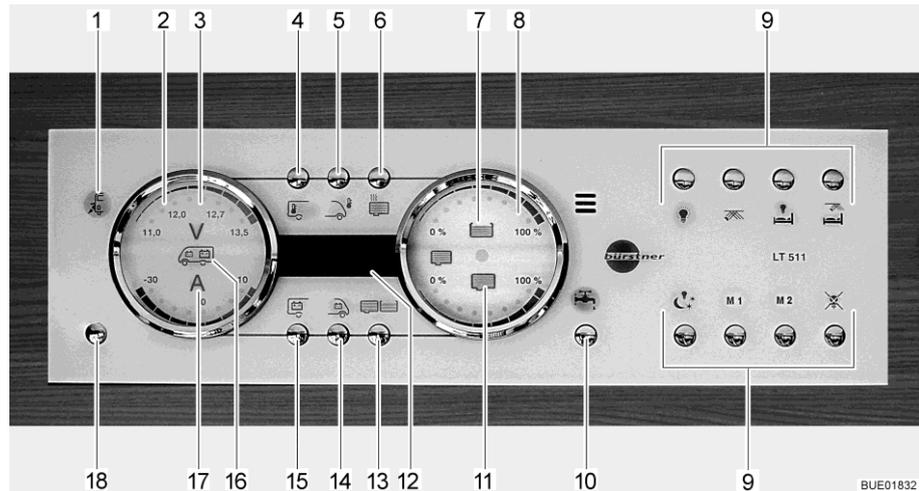

Fig. 120 Panneau de contrôle LT 511
Le voyant de contrôle 230 V (Fig. 120,1) s'allume si l'arrivée du bloc électrique est sous tension de réseau.
L'interrupteur principal 12 V (Fig. 120,18) établit ou coupe le panneau de contrôle et l'alimentation 12 V de la cellule.
Mettre en marche : Appuyer brièvement sur la touche d'alimentation 12 V (Fig. 120,18). L'alimentation 12 V de la cellule est assurée. L'indicateur de contrôle "12 V" s'allume.
- ▷ La tension de la batterie de cellule est trop faible quand les DEL "11,0" de l'affichage en Volt et le symbole Volt "V" (Fig. 120,3) clignotent dans l'indicateur des batteries (Fig. 120,2) après la mise sous tension. Charger la batterie.
- ▷ La coupure de batterie est active quand l'indicateur de contrôle "12 V" et le symbole Volt "V" (Fig. 120,3) clignotent trois fois après la mise sous tension. Désactiver la coupure de batterie.
Mettre hors service : ■ Appuyer brièvement sur la touche d'alimentation 12 V (Fig. 120,18). L'alimentation 12 V de la cellule est coupée. L'indicateur de contrôle "Alimentation 12 V" s'éteint.
■ Appuyer sur la touche batterie de cellule (Fig. 120,15) et la maintenir enfoncée pendant 10 secondes environ. Le symbole Volt "V" (Fig. 120,3) et l'indicateur de contrôle "12 V" clignotent trois fois. La batterie de cellule est coupée du réseau de bord de 12 V.
Désactiver la coupure de la batterie (bloc électrique sans interrupteur-séparateur de la batterie) : ■ Appuyer sur la touche d'alimentation 12 V (Fig. 120,18) et la maintenir enfoncée pendant 5 secondes environ. Le symbole Volt "V" (Fig. 120,3) et l'indicateur de contrôle "12 V" clignotent trois fois. La batterie de cellule est branché au réseau de bord 12 V. L'indicateur de contrôle s'allume au bout d'env. 5 secondes.
- Appuyer sur la touche de la batterie de cellule (Fig. 120,15). Le symbole Volt "V" (Fig. 120,3) s'allume. Le symbole Ampère "A" (Fig. 120,17) est allumé en blanc ou en rouge suivant l'état de chargement ou de déchargement. Les DEL à l'intérieur de l'indicateur indiquent la tension de la batterie et le courant de la batterie de cellule.
- Appuyer sur la touche de la batterie de démarrage (Fig. 120,14). Le symbole Volt "V" (Fig. 120,3) s'allume. Des DEL à l'intérieur de l'indicateur indiquent la tension de la batterie de démarrage.
- Appuyer sur la touche réservoirs (Fig. 120,13). Les symboles réservoir d'eau (Fig. 120,7) et réservoir d'eaux usées (Fig. 120,11) s'allument. Des DEL à l'intérieur de l'indicateur indiquent le niveau du réservoir d'eau (échelle supérieure) et celui du réservoir d'eaux usées (échelle inférieure).
Le symbole du réservoir d'eau (Fig. 120,7) ou celui du réservoir d'eaux usées (Fig. 120,11) clignote quand le réservoir d'eau est vide ou que le réservoir d'eaux usées est plein.
L'affichage numérique (Fig. 120,12) permet d'indiquer les températures intérieure et extérieure.
- Appuyer sur la touche température intérieure (Fig. 120,4). La température intérieure s'affiche.
- Appuyer sur la touche de la température extérieure (Fig. 120,5). La température extérieure s'affiche.
La touche Pompe à eau (Fig. 120,10) permet d'allumer et d'éteindre la pompe à eau.
- Mettre en marche :** ■ Appuyer sur la touche Pompe à eau (Fig. 120,10). Le symbole s'allume.
- Mettre hors service :** ■ Appuyer sur la touche Pompe à eau (Fig. 120,10). Le symbole s'éteint.